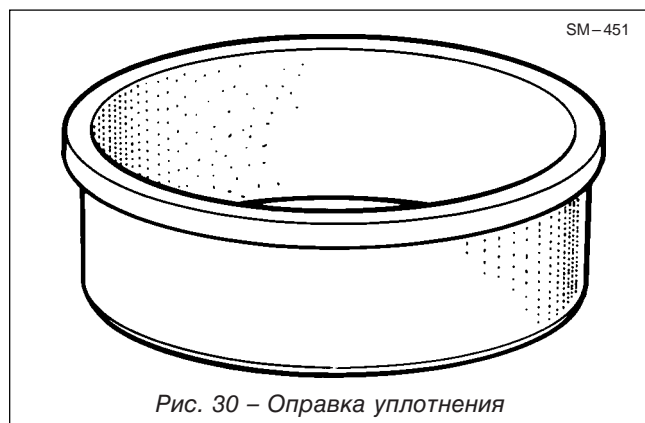
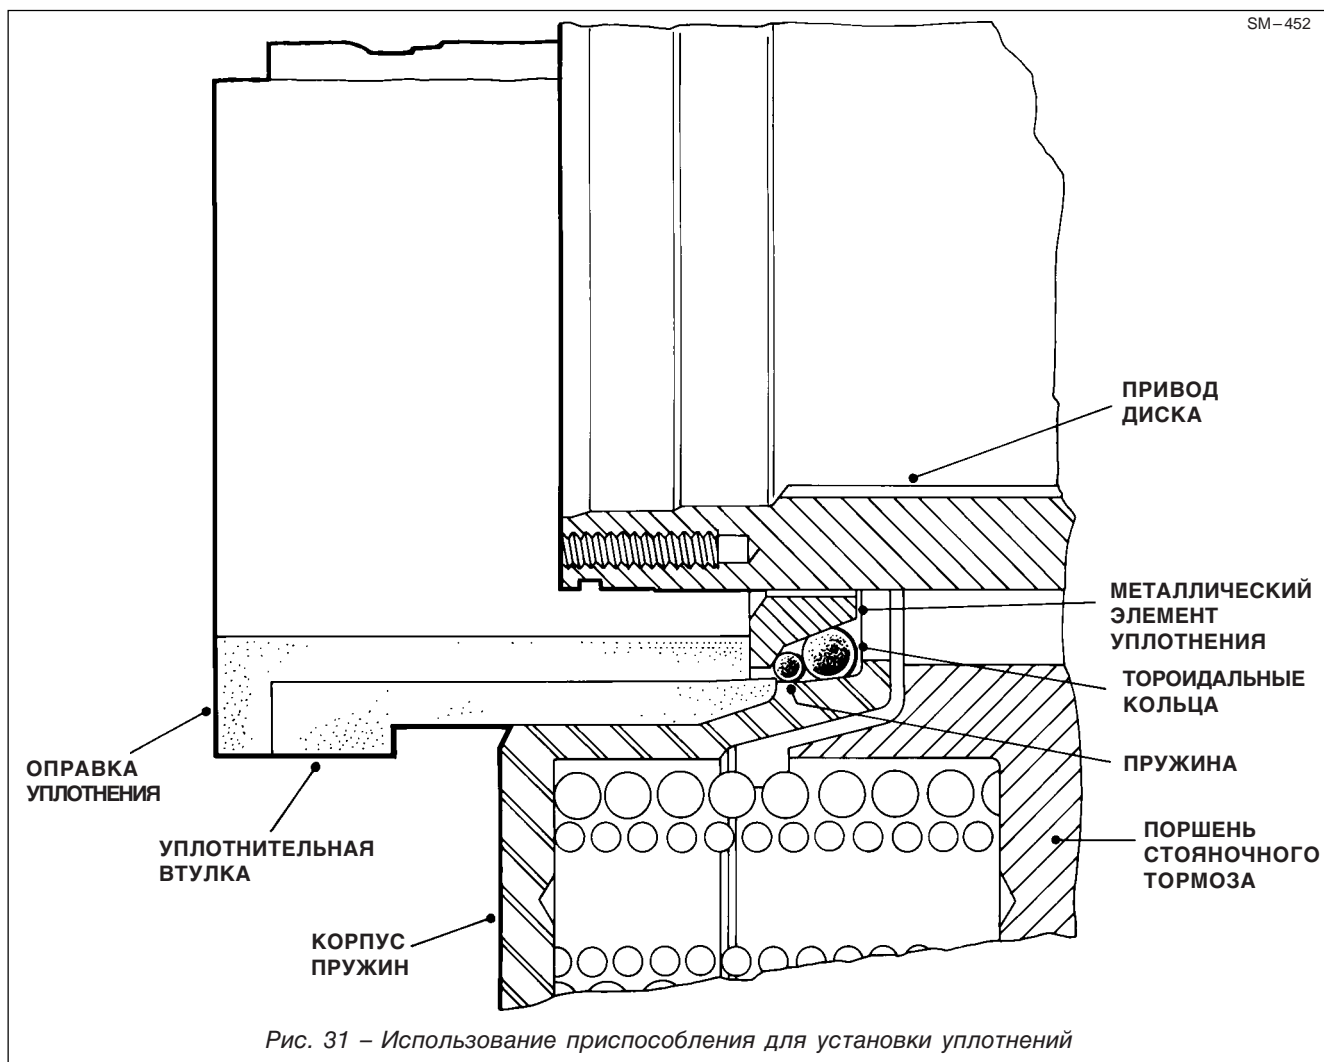

Рис. 30 – Оправка уплотнения
Рис. 31 – Использование приспособления для установки уплотнений
8. Запрессуйте на место торцевое уплотнение (11) с помощью оправки для уплотнений (рис. 30) так, чтобы внутренняя поверхность оправки оказалась вровень с наружной поверхностью уплотнительной втулки. См. рис. 31.
9. Извлеките оправку для уплотнений из корпуса пружин (14) и медленно извлеките уплотнительную